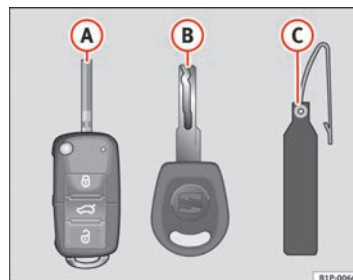

Abb. 45 Schlüsselsatz
- einem Funkschlüssel ⇒ Abb. 45 (A)
- Schlüssel ohne Funk-Fernbedienung (B)
- Kunststoffanhänger* (C).